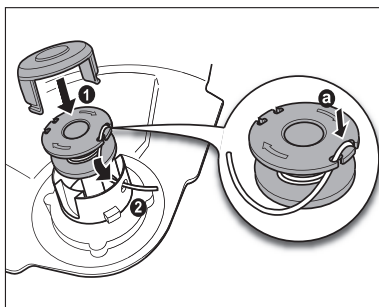

Fig. 33
6. Pase el hilo de corte (13d) a través de las muescas (Fig. 33).